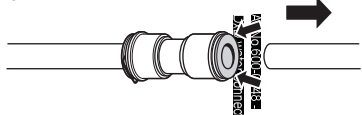

Fig. 4-5
1. Allentare le viti del coperchio con cerniera e rimuovere il coperchio (Fig. 4-5). Scollegare tutti i cavi ad eccezione del cavo della messa a terra.